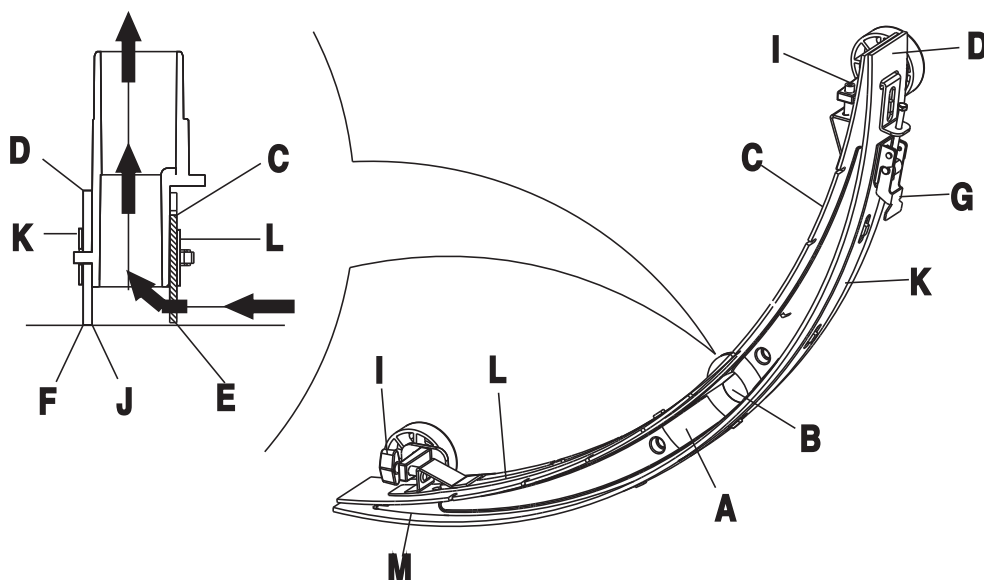

FIGURE 15
2. Appuyez sur l'interrupteur principal (41) pour le mettre sur "O" et éteindre la machine.
3. Dévissez l'écrou de fixation de la raclette (16), retirez le tuyau d'aspiration de la raclette et déposez celle-ci.
4. A l'aide de la poignée de réglage de la raclette (14), relevez le support de fixation de la raclette.
5. A l'aide d'un chiffon humide, nettoyez la raclette (Figure 15). Nettoyez en particulier la rainure (A, Figure 15) et enlevez les saletés et les fragments accumulés sur le tuyau d'aspiration. Vérifiez que la lame avant (C) et la lame arrière (D) sont en bon état et si les bords sont fendus ou abîmés. Remplacez-les si nécessaire (voir la procédure à suivre, au chapitre suivant).
- Suite à la procédure décrite au chapitre précédent pour nettoyer la raclette (Figure 15)
- Vérifiez le bord (E, Figure 15) de la lame avant de la raclette et le bord (F) de la lame arrière (D). Celles-ci doivent être régulières sur toute leur longueur. Si ce n'est pas le cas, réglez la hauteur de celles-ci en suivant la procédure ci-après.
- Desserrez l'attache (G) de façon à dissocier la lame arrière (D) du support (M) pour pouvoir régler la position de la raclette. Une fois ce réglage effectué, remettre l'attache en place.
- Desserrez la vis située sur la poignée (I) de façon à régler la lame avant de la raclette (C) ; une fois le réglage effectué, resserrez la vis de la poignée.
- Vérifiez que la lame avant (C) et la lame arrière (D) sont en bon état et que les bords ne sont pas fendus ou abimés. Si ceux-ci sont abimés, remplacez-les en procédant comme indiqué ci-après. Si le bord avant de la lame arrière (J) est usé, il est possible de retourner la lame et de la remettre en place (pour cela, le bord supérieur doit être en bon état). Si le bord supérieur est lui aussi usé, remplacez la lame en procédant comme indiqué ci-après.
- Desserrez l'attache (G) pour dissocier la lame du support (M) ; retirez la barre d'attache (K) puis remplacez ou retournez la lame arrière (D). Remettez la lame arrière en place en procédant dans l'ordre inverse du démontage.
- Desserrez la vis de la poignée (I) et enlevez la barre d'attache avant (L), puis remplacez la raclette avant (C). Remettez la lame avant en place en procédant dans l'ordre inverse du démontage. Après avoir remplacé la lame de la raclette, réglez le niveau des lames avant et arrière en vous référant aux procédures décrites précédemment.
- Raccordez le tuyau d'aspiration (11) à la raclette.
- Si nécessaire, réglez la raclette à l'aide du bouton de réglage (20) (voir les procédures d'équilibrage de la raclette).